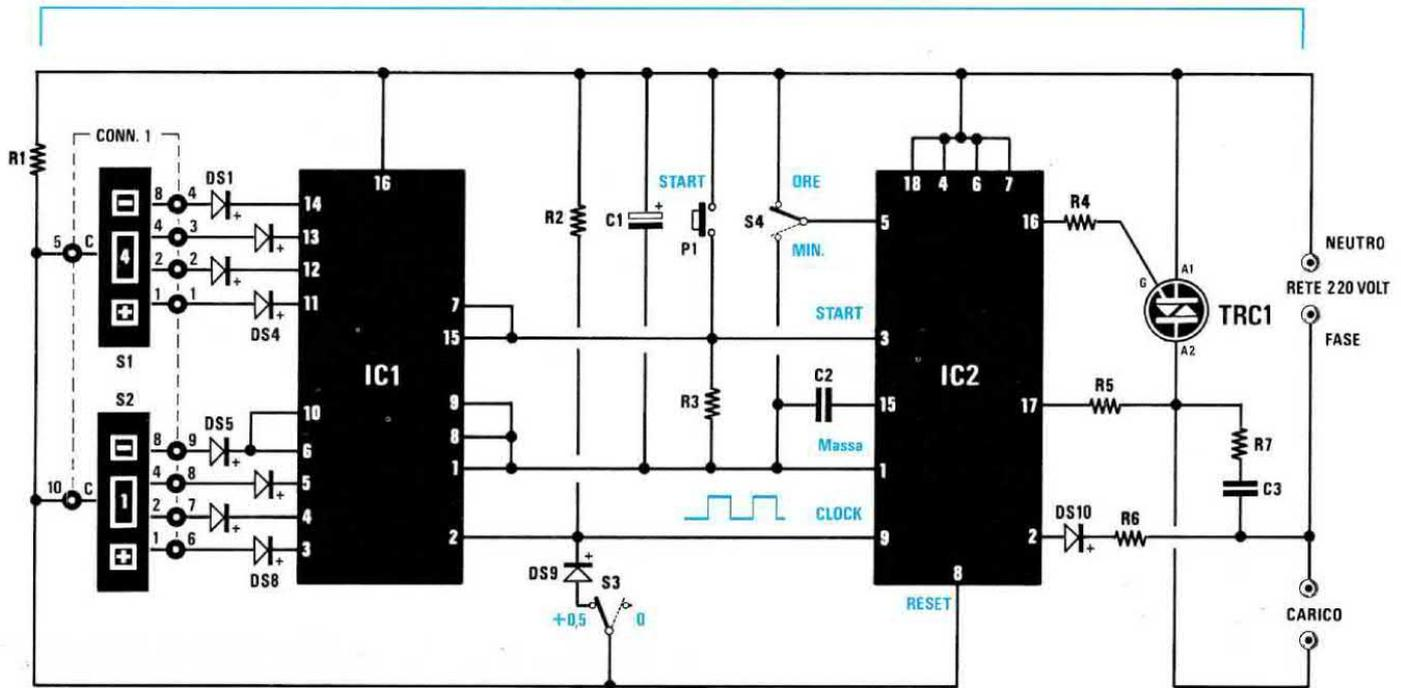

Fig.2 Schema elettrico del temporizzatore alimentato direttamente dalla rete a 220 volt.
**Fig.2** Da un generatore di BF è possibile prelevare un segnale sinusoidale totalmente "positivo", cioè la semionda inferiore parte da 0 volt e sale di valore fino a raggiungere il suo picco massimo che, in questo esempio, è di 10 volt.
Come è possibile vedere in fig. 2 per realizzare questo temporizzatore occorrono solo due integrati, un diodo Triac e due commutatori binari per impostare i tempi.
Compresa la funzione svolta da questo integrato, possiamo tornare al nostro schema elettrico di fig. 2.